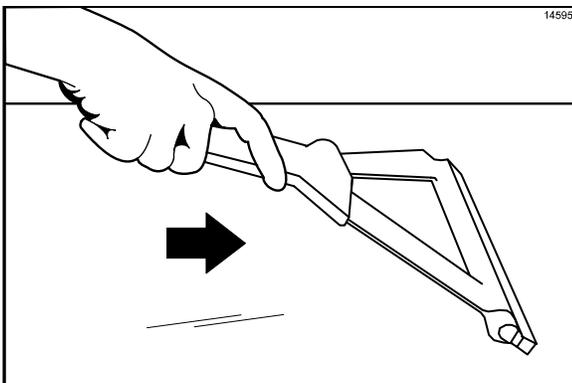

Abbildung 34
3. **Mit dem Gummi-Abzieher** das im hinteren Teil der Grillplatte angesammelte Fett in den Fettauffangbehälter wischen. Hierzu **nicht** den Grillschaber verwenden! (Siehe Abbildung 34.)